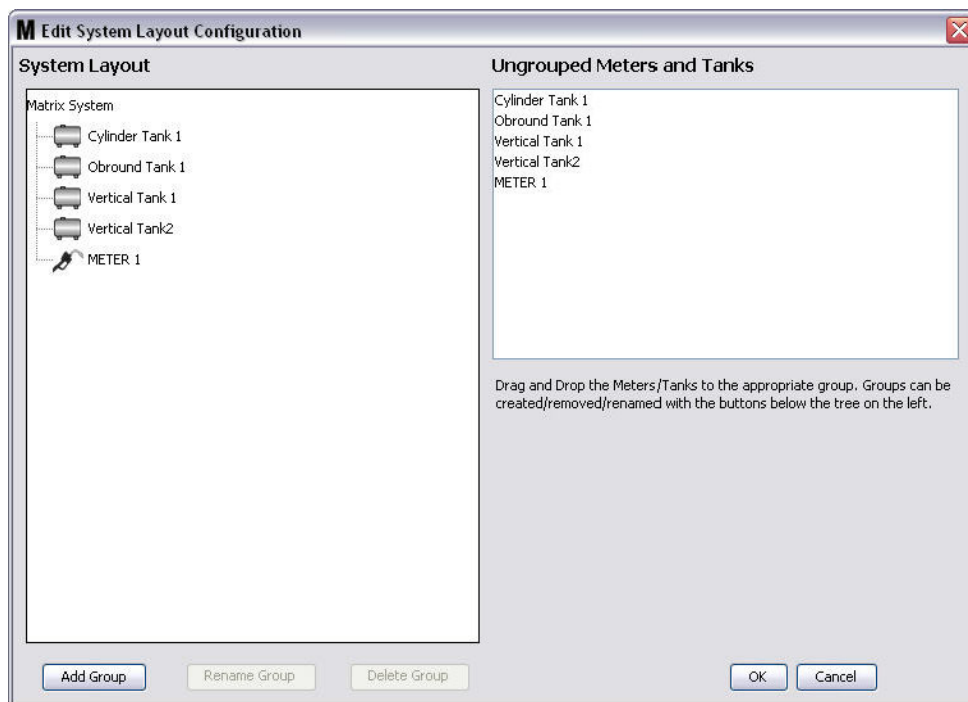

Рис. 125
3. Появится окно «Edit System Layout Configuration» [Изменить конфигурацию схемы системы] (Рис. 125).
4. Нажмите кнопку «Add Group» [Добавить группу] (Рис. 125), чтобы создать новую группу оборудования.